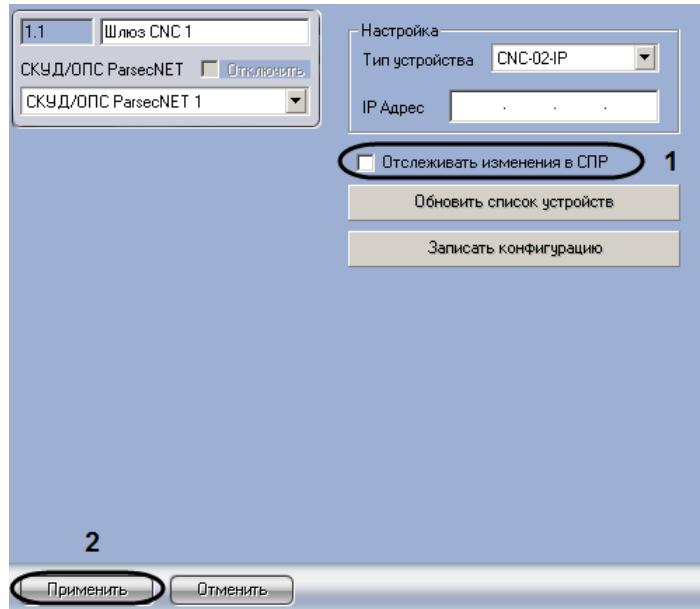

Рис. 3.3—6 Настройка динамической пересылки параметров доступа в контроллеры
1. Перейти на панель настроек объекта **Шлюз CNC**, соответствующего Ethernet-шлюзу или ЦКС, к которому подключены требуемые контроллеры (Рис. 3.3—6).
2. Для активации динамической пересылки параметров доступа в контроллеры установить флагок **Отслеживать изменения в СПР** (см. Рис. 3.3—6, 1).
3. Нажать кнопку **Применить** (см. Рис. 3.3—6, 2).